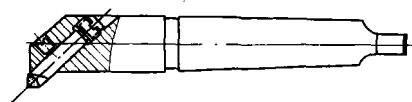

图 1—15 单刃车孔刀具
2) 多刃刀具 拉刀是由许多切削刃从前向后顺序排列而成，后一刀齿比前一刀齿高，相邻两齿的尺寸差称为齿升量，相邻两齿间的空间为容屑槽，图 1—16 所示为圆孔拉刀。拉刀切削时只有一个沿长度方向向前的主运动，各个刀齿依次从工件表面切除金属。拉刀的结构复杂，制造成本高。